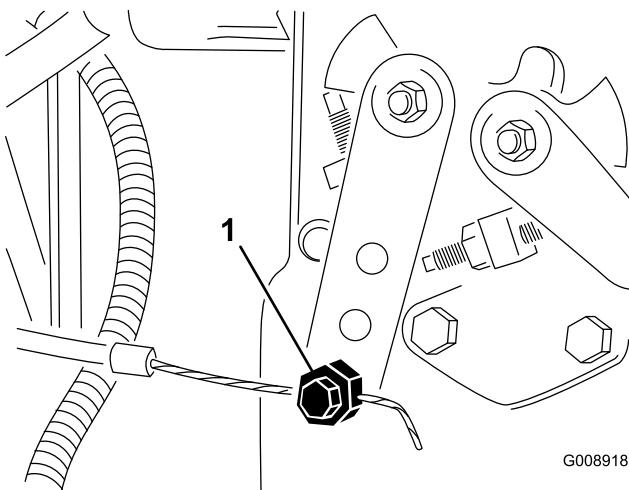

Рисунок 71
- Ослабьте соединитель тросика дроссельной заслонки на плече рычага инжекторного насоса (Рисунок 71).